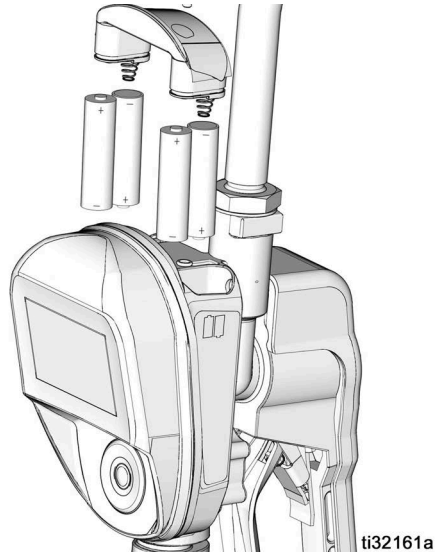

FIG. 48
- Asegúrese de respetar la polaridad correcta como se indica en las etiquetas de instalación ubicadas en cada lado de la válvula dispensadora cuando ponga las pilas en su compartimento (FIG. 48).
4. Ponga 4 pilas nuevas. Mire las etiquetas de cada lado del alojamiento y la FIG. 48 para ver la orientación de las pilas.